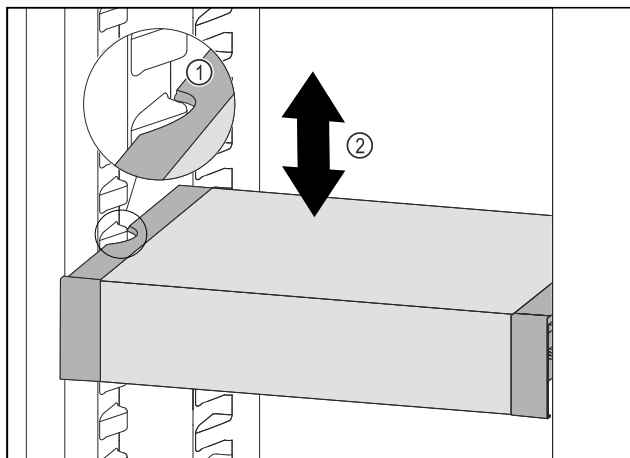

Fig. 98
- Tirer le VarioSafe vers l'avant jusqu'à ce que les encoches latérales du VarioSafe soient à la hauteur de la nervure du bac dans la partie réfrigérateur. Fig. 98 (1)
- Déplacer le VarioSafe vers le haut ou vers le bas dans la partie réfrigérateur jusqu'à ce que la hauteur souhaitée soit atteinte. Fig. 98 (2)